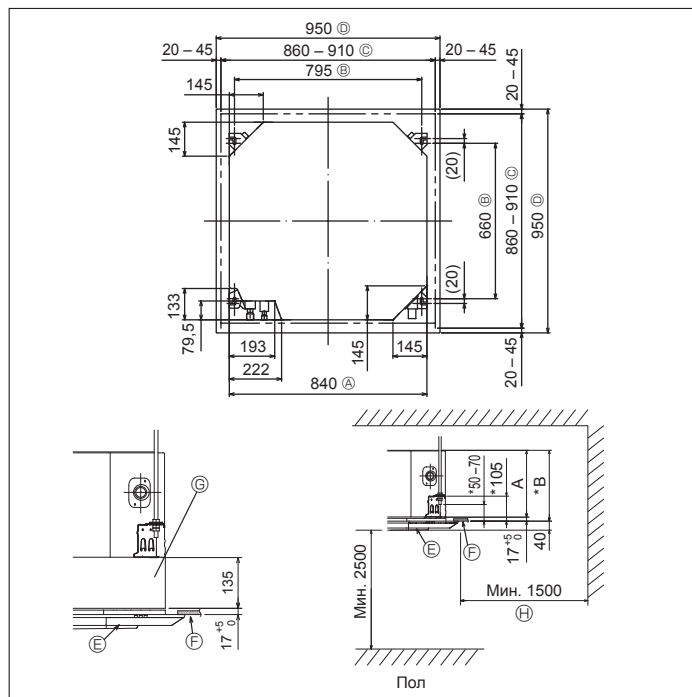

Fig. 3-2
3.2. Расположение отверстия в потолке и навесных болтов (Fig. 3-2)
- * Размер потолочного отверстия можно регулировать в пределах, указанных на Fig. 3-2, таким образом, чтобы отцентровать главный прибор в потолочном отверстии, обеспечив одинаковые зазоры по всем соответствующим противоположным сторонам.